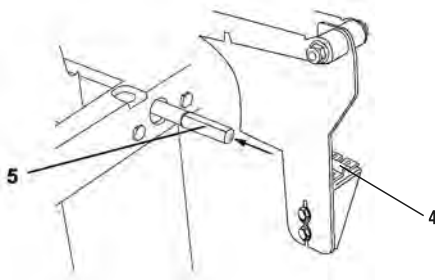

fig. 12 – montagem da capa de proteção
2. Com uma chave allen solte os parafusos da trava de proteção (4), fig. 12;
3. Encaixe a trava de proteção (4) na haste da capa retrátil (5);
4. Aperte os parafusos da trava de proteção (4);
5. Recoloque o parafuso da haste (1);